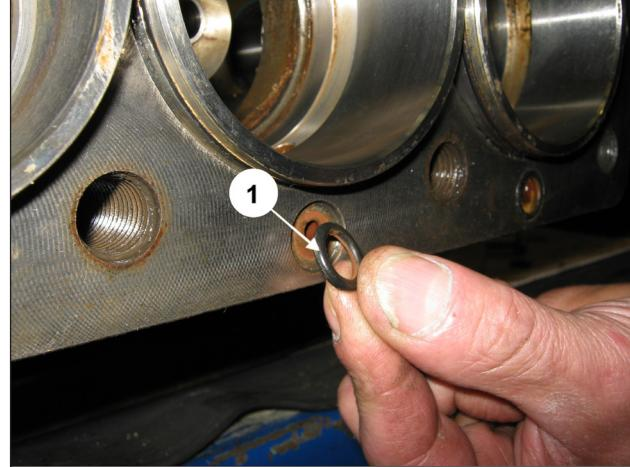

Рис. 118
Вставьте 6 фронтальных уплотнительных колец O-Ring картера насоса (поз. ①, Рис. 118).